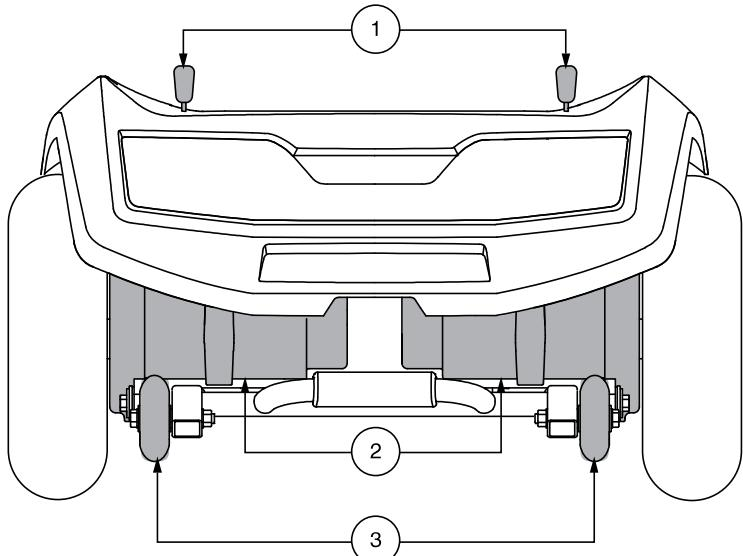
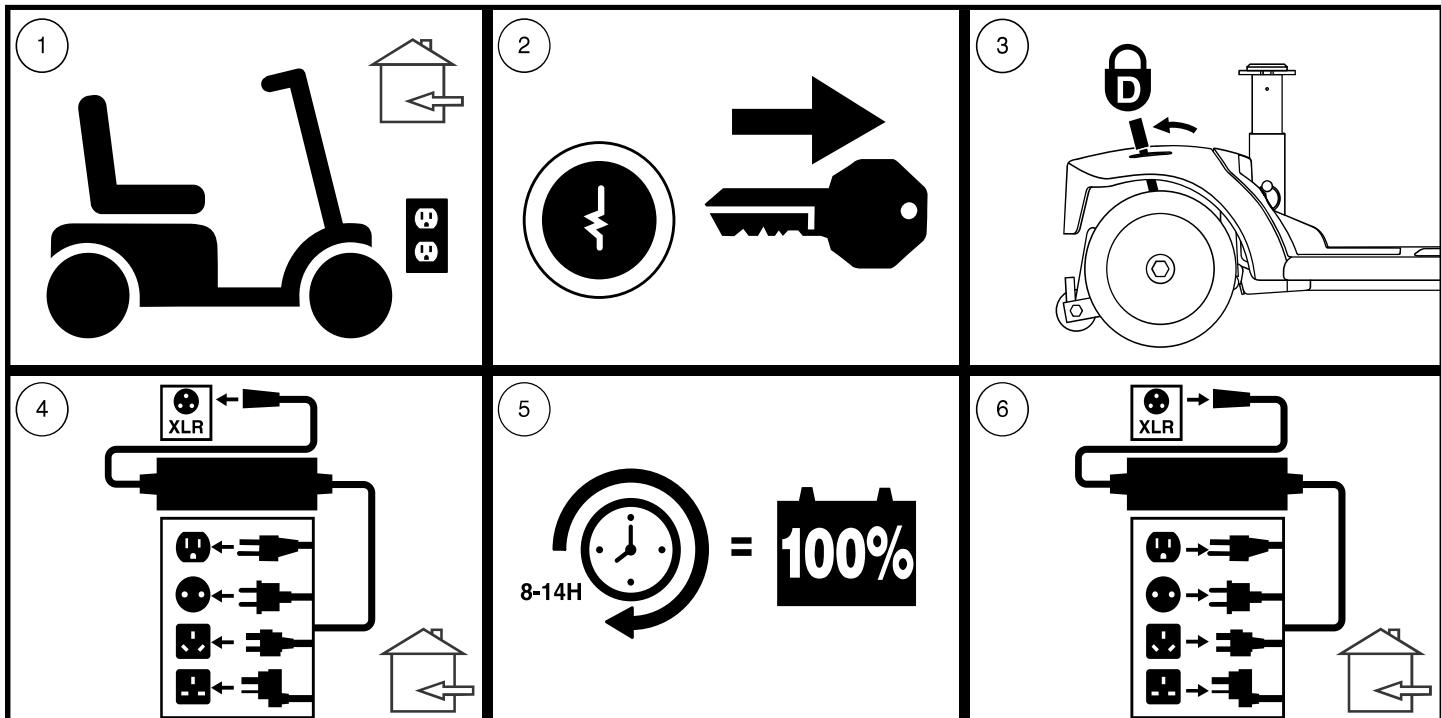

Figura 7. Sezione posteriore -710ZT
Figura 12. Schema delle procedure di ricarica della batteria
La miniscooter è dotata di leva di sblocco ruote manuale su ciascun motore. Le leve di sblocco ruote manuale consentono di disattivare il freno del motore per manovrare manualmente la miniscooter. Vedere figura 7.
1. Individuare le leve nella parte posteriore della base elettronica. Vedere figura 7.
NOTA: Per il modello 710ZT, le leve di sblocco ruote manuali funzionano nella direzione opposta (vedere figura 7). Pertanto, per la fase 3 della figura 12, le leve devono essere spinte in avanti per attivare la modalità di guida.